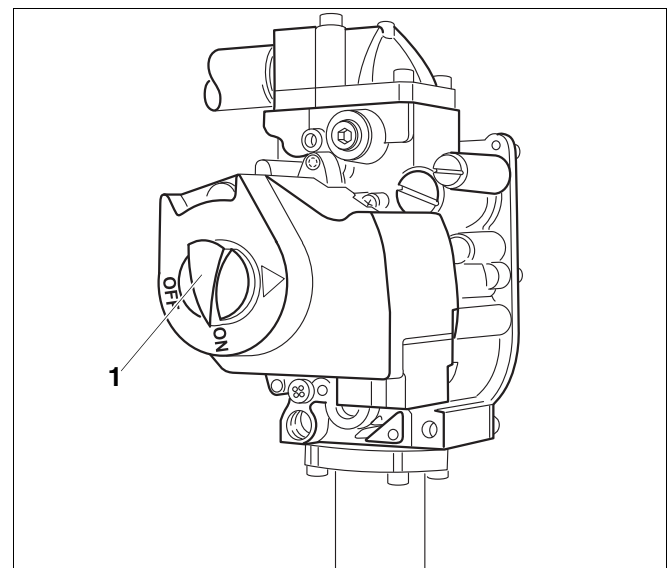

Fig. 15 Bloc gaz
22. Si le bloc gaz fonctionne parfaitement, passer à l'étape 25. Dans le cas contraire, tourner immédiatement le bouton de mise en marche (→ fig. 15) du bloc gaz dans le sens des aiguilles d'une montre sur « OFF ». Fermer le robinet gaz. Couper l'installation de chauffage de l'alimentation électrique et informer le technicien SAV ou le fournisseur de gaz.